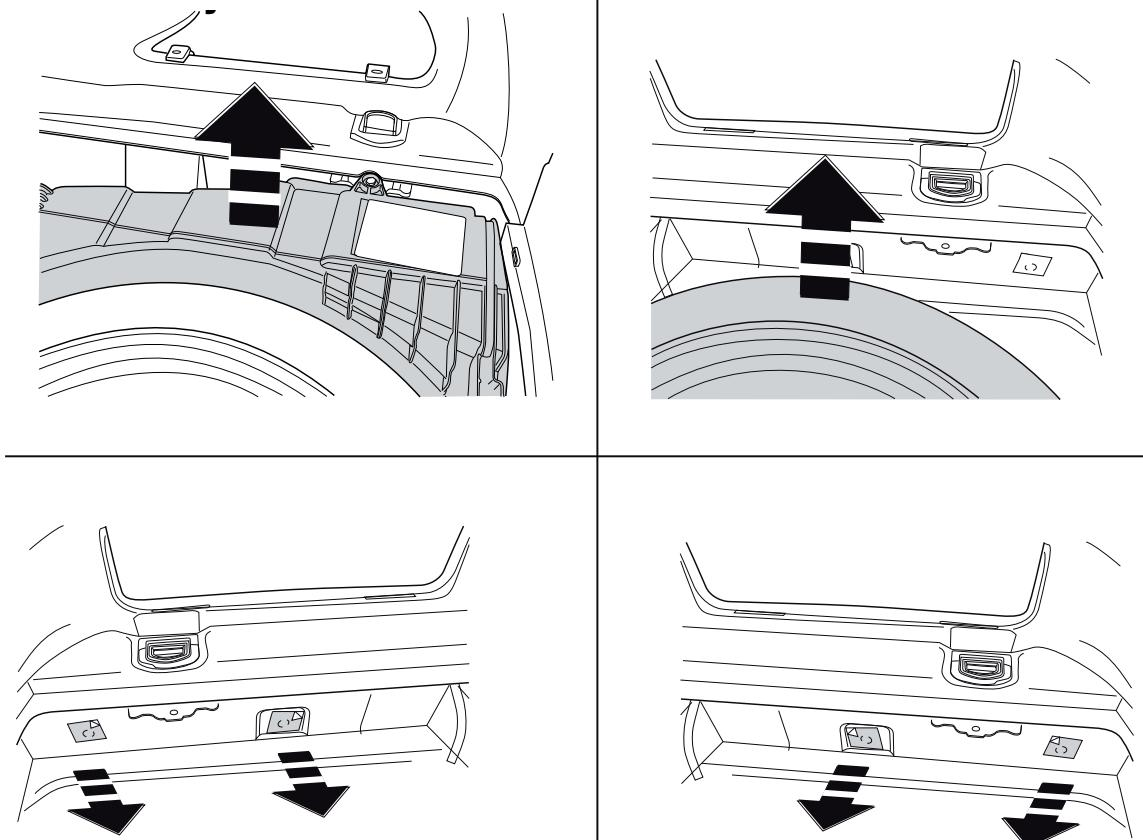

Fig. 2
2. Den Fußboden im Kofferraum frei machen. Siehe Abbildung 2.
3. Gegebenenfalls die Aufkleber bei den Befestigungspunkten entfernen. Siehe Abbildung 2.
2. Dégager le plancher du coffre. Voir la figure 2.
2. Ryd bunden i bagagerummet. Se fig. 2.
3. Fjern evt. mærkaterne ved montagepunkterne. Se fig. 2.